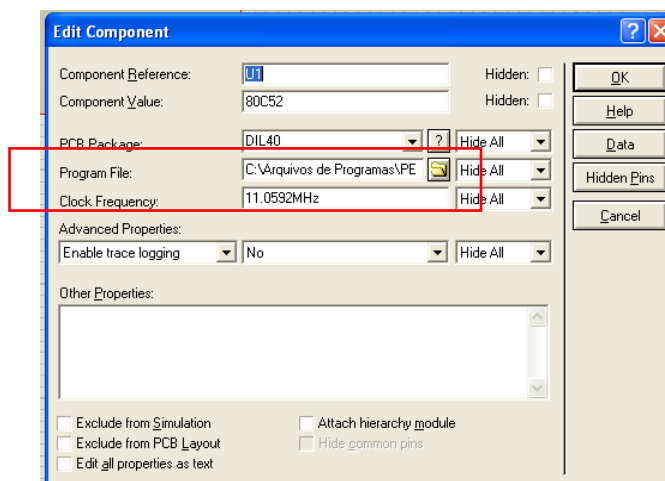

Fig. 2.3 – Janela onde a frequência é definida e o programa ".hex" é carregado
Passo 2: “Click” duas vezes em cima do microcontrolador para abrir a janela que permitirá carregar o programa correspondente à onda quadrada. Defina a frequência de clock para 11.0592 MHz e carregue o programa, no formato “.hex”, através da janela “Program File”, em destaque na Fig. 2.3.